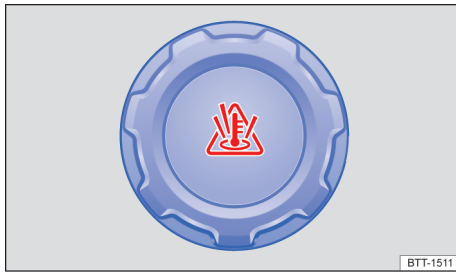

Fig. 152 No compartimento do motor: tampa do reservatório de expansão do líquido de arrefecimento do motor.
- O reservatório do líquido de arrefecimento do motor é reconhecido pelo símbolo 🚫 na tampa → Fig. 152.